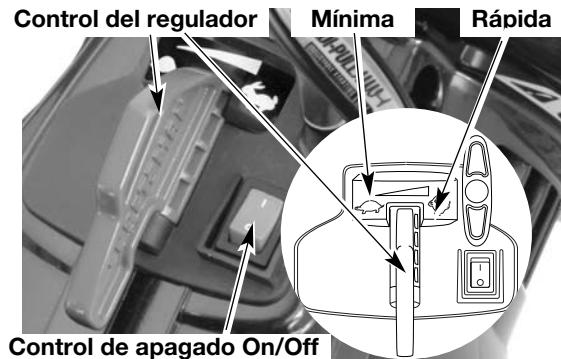

Fig. 9
3. Ponga la unidad en la posición de arranque (Fig. 11 o Fig. 12). Coloque el control del regulador en la posición de mínima (🐢) (Fig. 9).